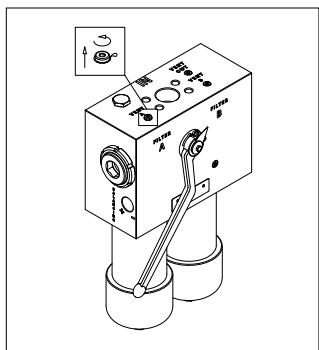

fig. 3
- (Fig. 3) Far fuoriuscire l'eventuale aria dall'impianto sul LATO NUOVO allentando il tappo di sfiato “Vent A” o “Vent B” di un giro al massimo, finché il fluido di lavoro non inizia a trafilare